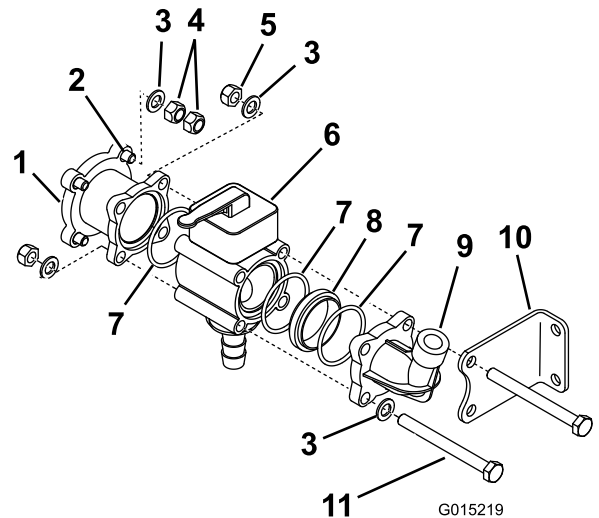

図 7
9. 各ねじ山付きロッドの左端にロックナットを取り付けるが、このとき、左側取り付けブラケットに通さないねじ山付きロッドには、ワッシャを通す (図 7)。
10. 付属部品の袋に入っている縮径アダプタを、ねじ山付きロッドに取り付ける (図 7)。
(図 7)。
13. 付属部品に入っている手動バルブ、0 リング、アダプタと、先ほど取り外したエルボ・キャップで、手動バルブ・マニホールド・アセンブリを組み立てる (図 7)。
14. 先ほど組み立てた手動バルブ・マニホールドの2つの穴 (取り付けブラケットと反対側) にワッシャとボルトを入れてマニホールドを一体にまとめる (図 7)。
15. Install the manual ボルト2本とワッシャ2枚とを使って、手動バルブ・マニホールド・アセンブリを取り付け、さらに各ロッドの反対側の端部にワッシャ 1 枚とロックナット 1 個を仮止めする (図 7)。